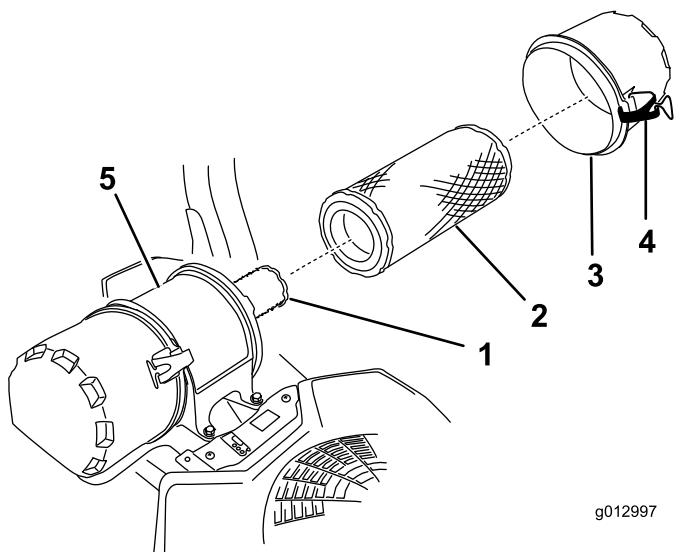

Figure 60
6. Ouvrez les dispositifs de verrouillage du filtre à air et détachez le couvercle du boîtier du filtre (Figure 60).
8. Sortez le préfiltre du boîtier du filtre avec précaution (Figure 60).
2. Si vous remplacez l'élément de sécurité, glissez-le avec précaution dans le boîtier du filtre (Figure 60).
3. Placez ensuite le préfiltre sur l'élément de sécurité avec le même soin (Figure 60).
4. Remettez en place et verrouillez le couvercle du filtre à air (Figure 60).